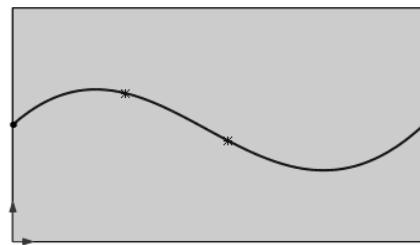

图 4-45 前视零件实体模型草图
- [2] 在零件实体模型前面上绘制草图，前视零件实体模型草图如图 4-45 所示。